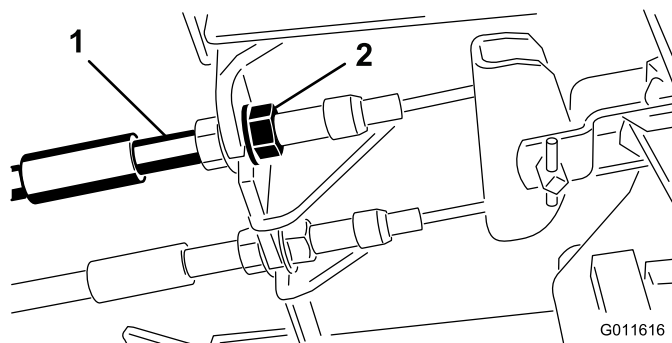

Figura 69
1. Para reduzir a folga dos pedais dos travões, aperte os travões desapertando a porca dianteira que se encontra na extremidade rosca do cabo dos travões (Figura 69).